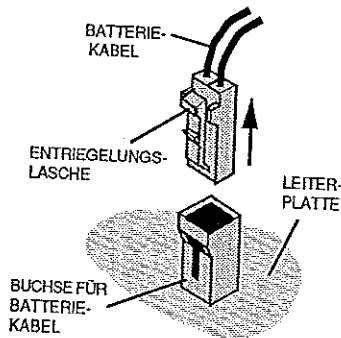

Bild 6-4 Abstecken des Batteriekabels
- 2) Batteriekabel abstecken, dazu die Raste gedrückt halten und den Stecker nach oben ziehen, siehe Bild 6-4. Nicht am Kabel ziehen !